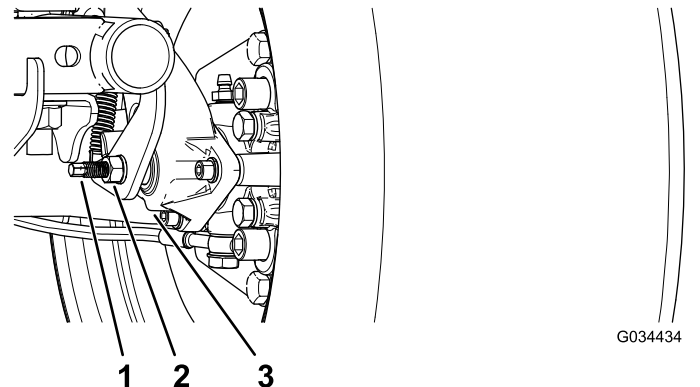

Bild 60
3. Verwenden Sie zwei Schraubenschlüssel und arretieren Sie die Strebe an der Bremsbacke mit einem Schraubenschlüssel und lösen Sie die Klemmmutter um eine Vierteldrehung mit dem anderen (Bild 60).
4. Halten Sie die Strebe zum Einstellen und die Klemmmutter fest und drehen Sie die Strebe zum Einstellen, um sie anzuziehen (Bild 60).
5. Halten Sie die Strebe zum Einstellen und die Klemmmutter fest und drehen sie um eine Vierteldrehung heraus (Bild 60).
6. Halten Sie die Strebe zum Einstellen und die Klemmmutter fest und ziehen Sie die Klemmmutter an (Bild 60).